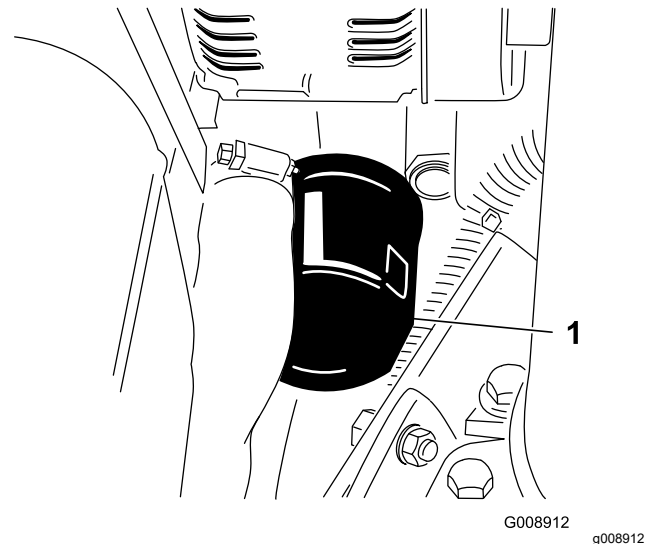

Figura 62
- Retire o filtro do óleo (Figura 62).